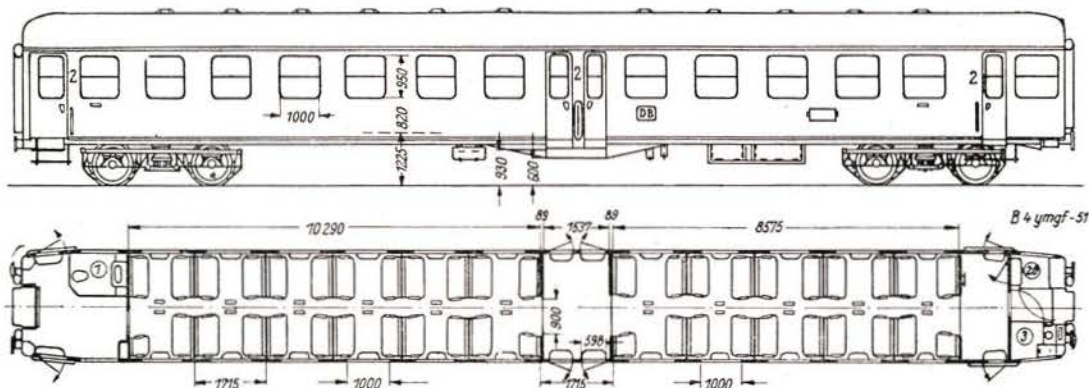

Bild 5 Eilzugwagen mit Mitteleinstieg B 4 ymgf-51 der DB.
- B 4ymgf — 51 (mit Mitteleinstieg) Bild 5